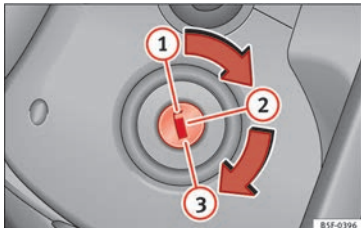

Abb. 141 Positionen des Zündschlüssels
- Drehen Sie den Zündschlüssel auf Position ① »» **Abb. 141**.
- Ziehen Sie den Zündschlüssel in Stellung ① ab »» **Abb. 141** »» ⚠.